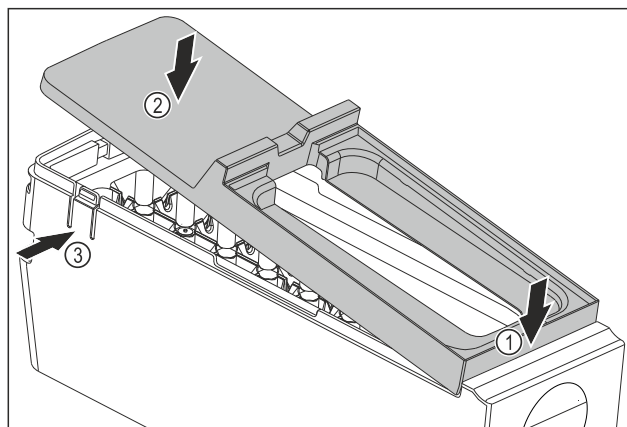

Fig. 94
- ▶ Монтаж на капака на корпуса на EasyTwist-Ice: Поставете капака отпред Fig. 94 (1)
- ▶ Спуснете капака отзад Fig. 94 (2)
- ▷ Капакът се фиксира с щракване в двете езичета Fig. 94 (3).